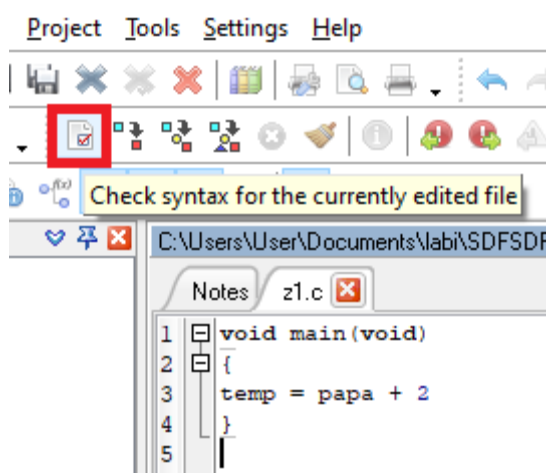

Рисунок 1.10 – Содержимое папки проекта
- Нажмите кнопку проверки синтаксиса (рис.1.10), чтобы компилятор снова проверил текст программы. Теперь компилятор информирует о не объявленной переменной – para. Объявим переменную para. Но не новой строкой, а в той же, где объявили temp. Кроме того, **инициализируем** ее, т.е. **присвоим ей значение при объявлении** - число 0xFE - это 16-ричное представление десятичного числа 254